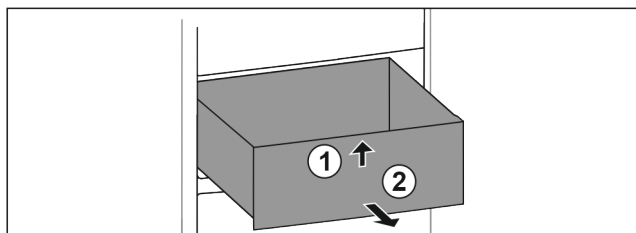

Fig. 15
- Levante el cajón por delante. Fig. 15 (1)
- Extraiga el cajón hacia delante. Fig. 15 (2)